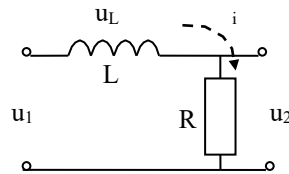

Рис.2.41
**Вариант 8.** Изучить процесс установления напряжения в  $RC$ -цепочке (рис.2.41.). Падение напряжения на сопротивлении  $R$  является выходным:  $u_R = u_2$ ; оно равно разности между входным напряжением  $u_1$  и  $u_C$  – падением напряжения на конденсаторе  $C$ :  $u_R = u_1 - u_C$ ; напряжение  $u_R$  определяет ток  $i = u_R/R$ ; заряд конденсатора